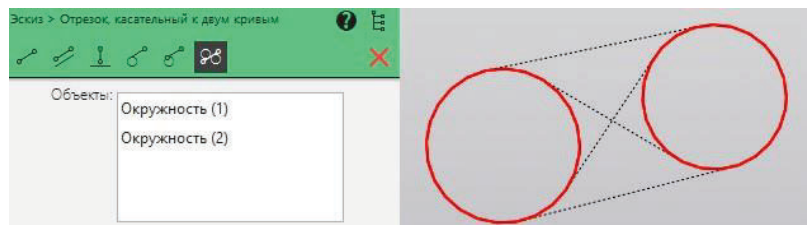
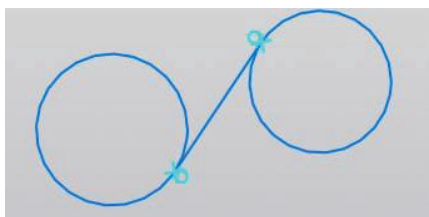

Рисунок 1.18 – Возможные линии проведения
Рисунок 1.19 – Результат выполнения команды
**1.6 Отрезок, касательный к двум кривым.** Используемая команда требует наличия двух кривых на листе эскиза. При выборе двух элементов кривых программа просчитывает возможные линии проведения (рисунок 1.18). После выбора нужная линия отобразится со всеми наложенными зависимостями (рисунок 1.19).